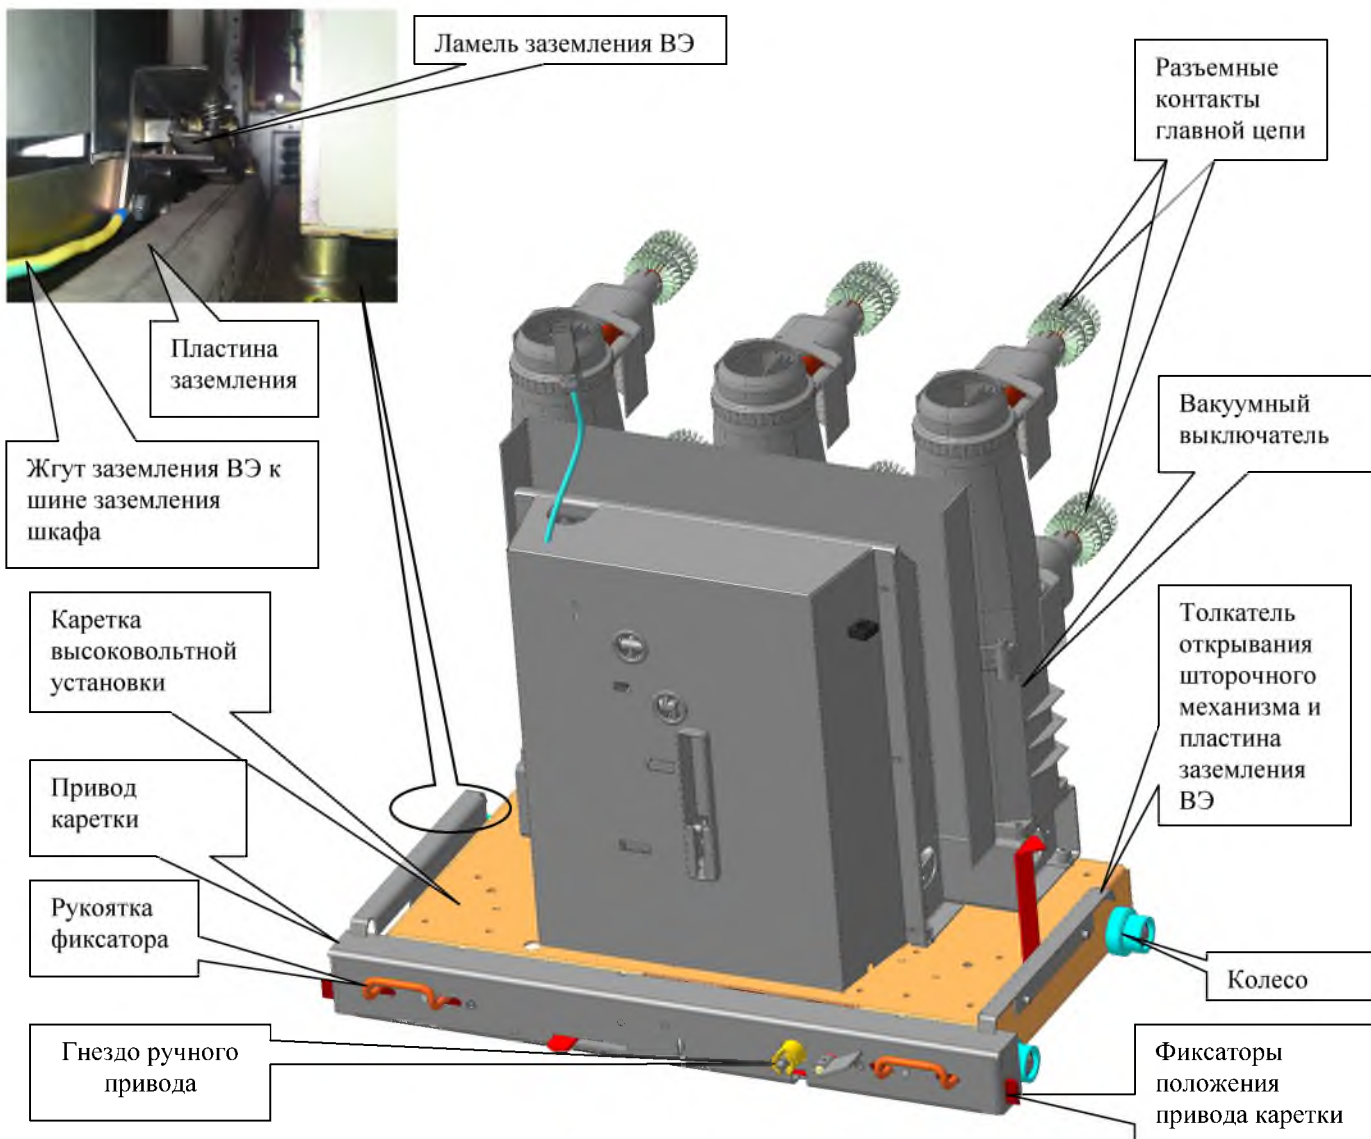
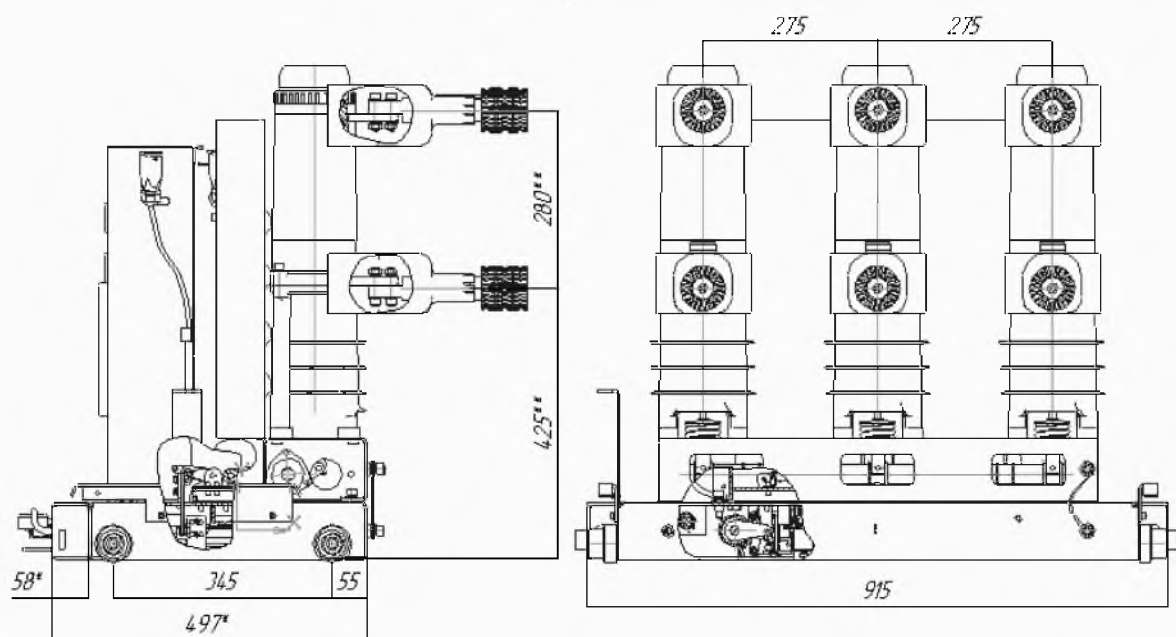

Рисунок 25 - Выдвижной элемент с вакуумным выключателем ВВУ-СЭЩ-Э(II)-20-20/1000(1600)
Рисунок 26 - Выдвижной элемент с вакуумным выключателем ВВУ-СЭЩ-Э(II)-20-20/1000(1600) (основные присоединительные размеры)
- выдвижной элемент вакуумного выключателя ВВУ-СЭЦ-Э(П)-20-20/1000(1600) (Рисунок 25, Рисунок 26);